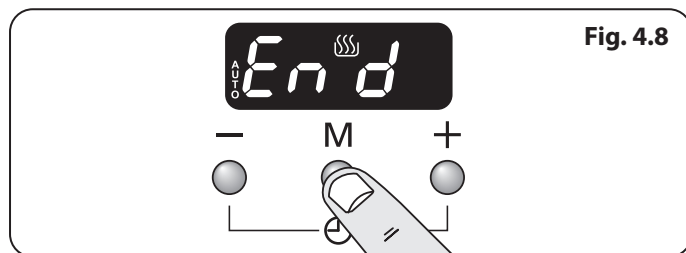
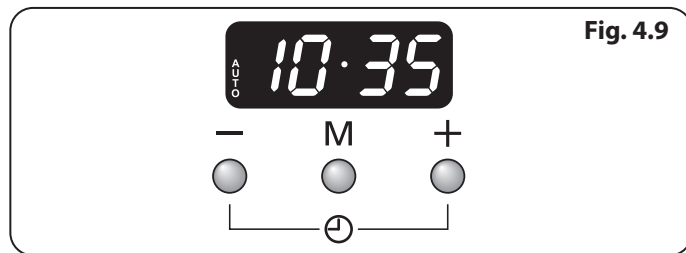

Fig. 4.8
Fig. 4.9
2. Appuyer sur le bouton mode [M] jusqu'à ce que l'écran clignote (Fin) (**Fig. 4.8**). Puis sélectionner l'« heure d'arrêt » à l'aide des boutons [+] ou [-]. L'heure s'affichera avec le mot « AUTO » (**Fig. 4.9**).